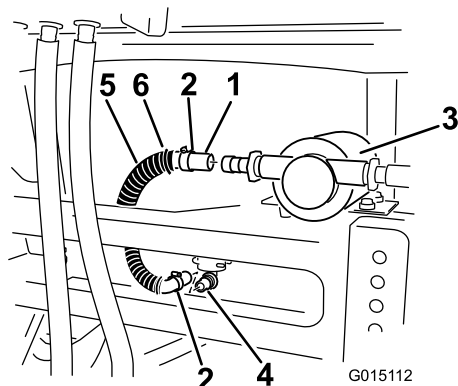

Рисунок 24
3. Подсоедините один конец шланга к прямоугольному фитингу на дне промывного бака (Рисунок 24).
10. Установите крышку поверх насоса и вставьте выступы крышки в пазы рамы (Рисунок 24).